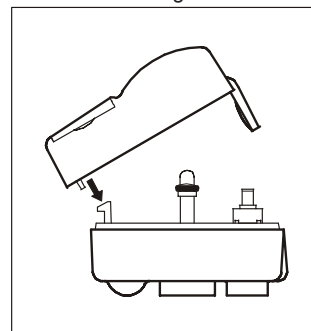

Fig. 3
3. Påsæt overdel (lav indgreb med underdel, for at sikre tæthed) og monter skrue med skrue-trækker. Fig. 3 og 4.
5. Montér overdel og skrue. Fig. 3 og 4.